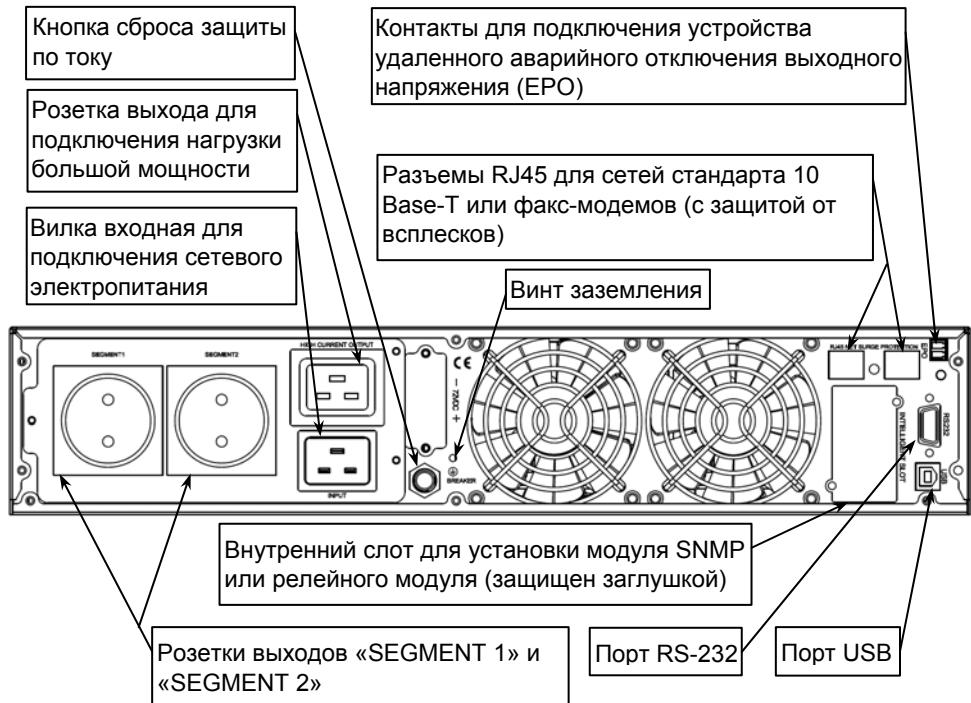

Рисунок 2 – общий вид задней панели изделия
**На задней панели изделия** расположены: входной и выходные разъемы, кнопка сброса срабатывания защиты по току (срабатывание защиты происходит при превышении уровня входного тока выше допустимого), вентиляторы охлаждения и разъемы коммутационных портов (см. рисунок 2).
Разместите изделие в шкафу и закрепите его на передних стойках. Соедините винт заземления изделия (см. рисунок 2) с контуром заземления телекоммуникационного шкафа перемычкой заземления (в комплект поставки не входит).
- Подключить к выходным розеткам изделия кабели питания нагрузок (см. рисунок 2).